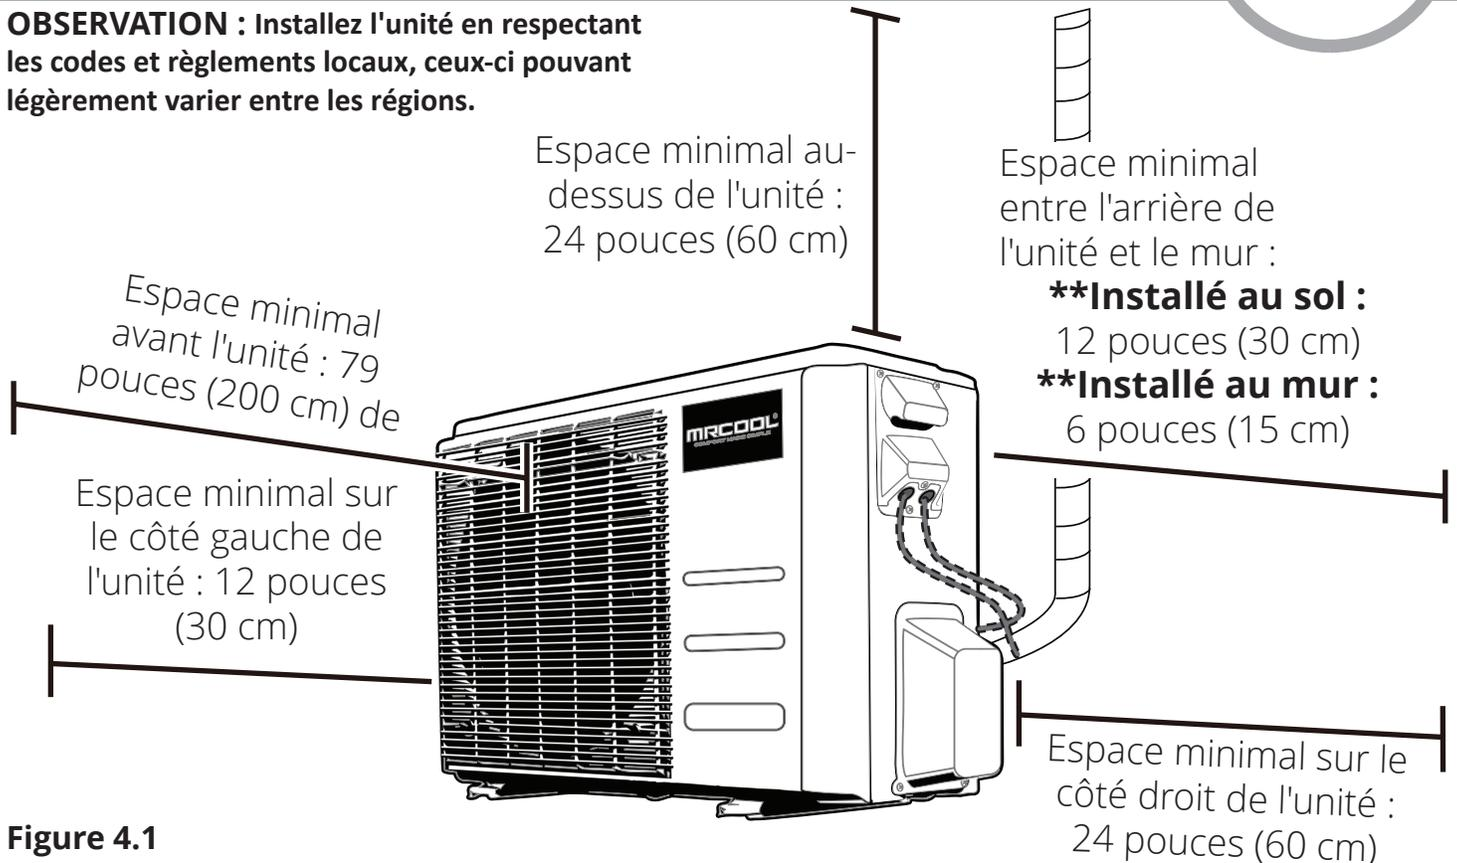

Figure 4.1
- ☑ Satisfait à toutes les exigences spatiales indiquées dans l'illustration ci-dessus (figure 4.1).